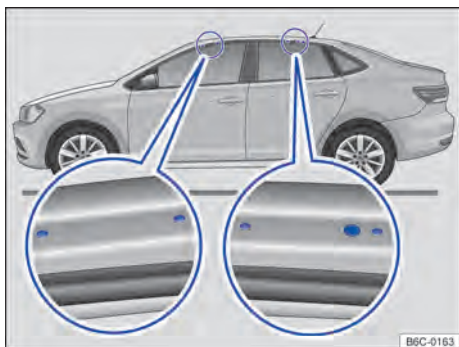

Fig. 119 Pontos de fixação dos suportes de base do bagageiro do teto (ambos os lados).
Os furos ou marcações dos pontos de fixação dos suportes de base ficam visíveis com a abertura das portas (dianteiras e traseiras) do veículo e encontram-se no lado nas vigas do teto → **Fig. 119** (lupa). Os furos ou marcações para fixação atrás encontram-se no lado inferior das vigas do teto → **Fig. 119** (lupa direita).
- Fixar os suportes de base somente nas marcações indicadas na figura → **Fig. 119**.